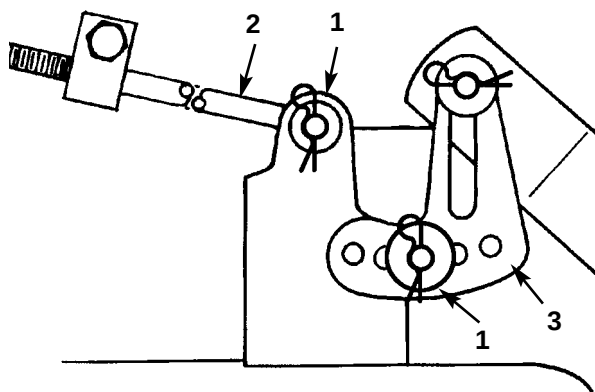

Fig. 41
10. Fjern hårnålesplitten og skiven fra enden af den lange stang (fig. 41). Lad så stangen glide ud af klippeenhedsmonteringen. Gentag dette punkt i den modsatte side af klippeenheden.
11. Fjern hårnålesplitten og skiven fra klippeenhedens indstillingsbeslag (fig. 41). Lad beslaget glide af monteringsstiften. Montér skiven og hårnålesplitten for opbevaring.